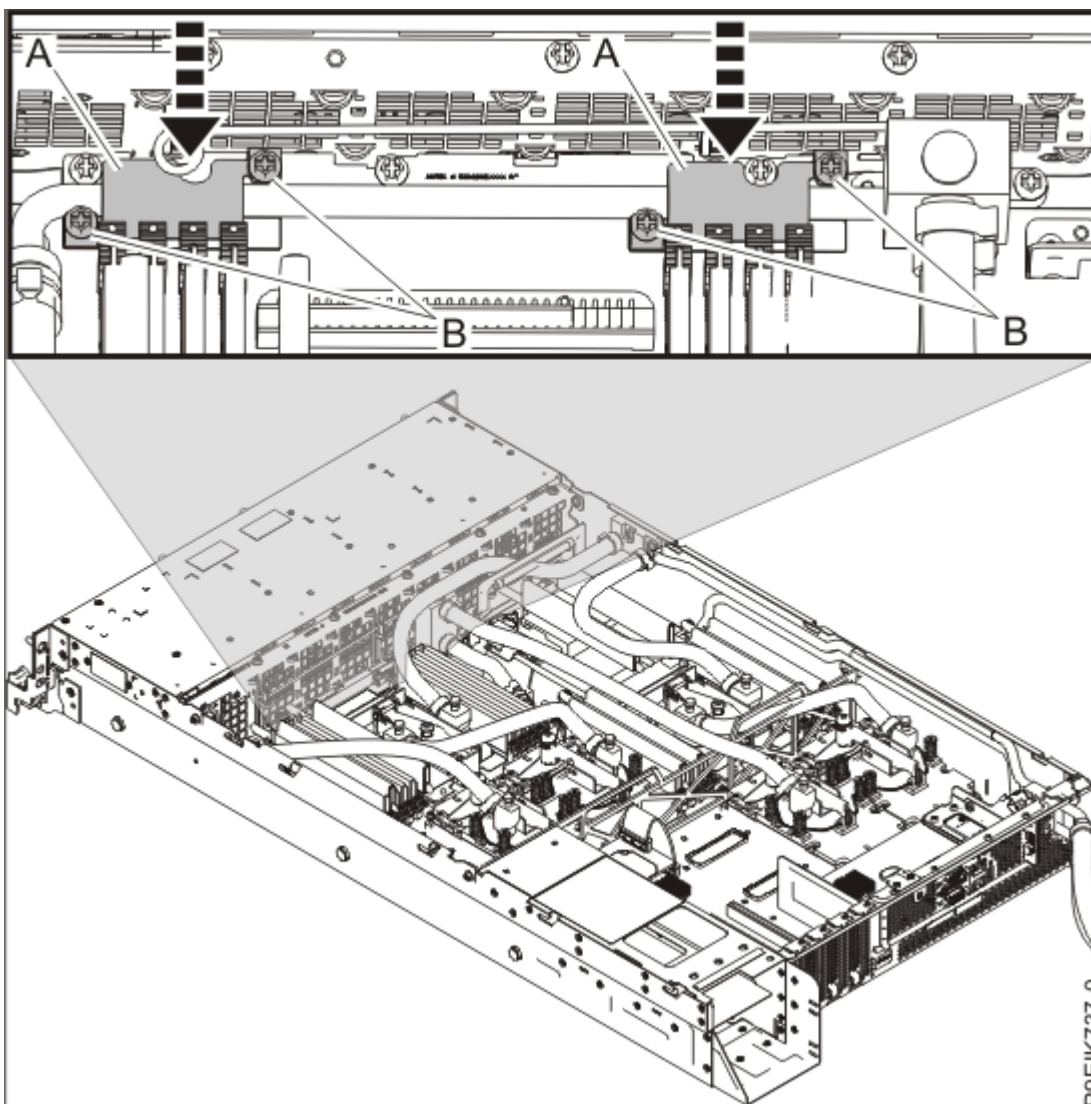

Figura 57. Cómo volver a poner los receptáculos del conducto frontal
10. Vuelva a poner los dos receptáculos de conductos **(A)** cerca de la parte frontal del sistema, tal como se muestra en la Figura 57 en la página 59. Ponga los conductos en los soportes de la placa posterior del sistema, coloque los receptáculos encima de los soportes y de los conductos, alinee las roscas de los tornillos en **(B)** y apriete los cuatro tornillos.